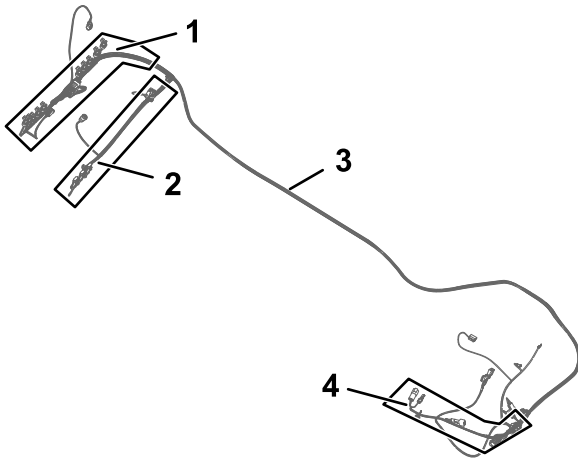

図 76
1. キットのワイヤハーネスから 84cm の枝線、60cm の枝線、66cm の枝線を探し出す 図 76 と 図 77。